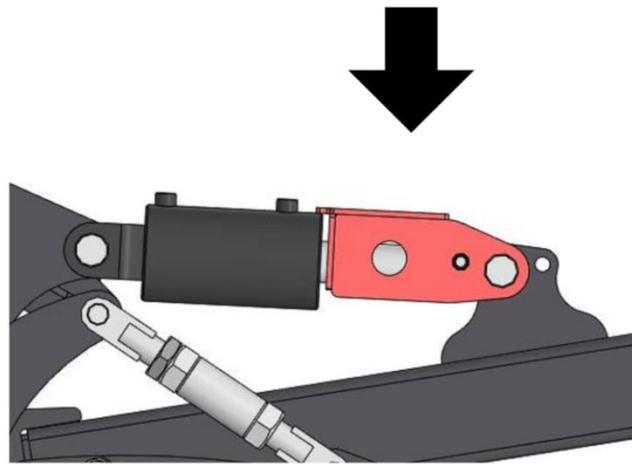

Рисунок 22 – Опускание фиксатора штока гидроцилиндра в транспортное положение
- 2) Опустите фиксаторы штоков гидроцилиндров на транспортной тележке (рис. 22).